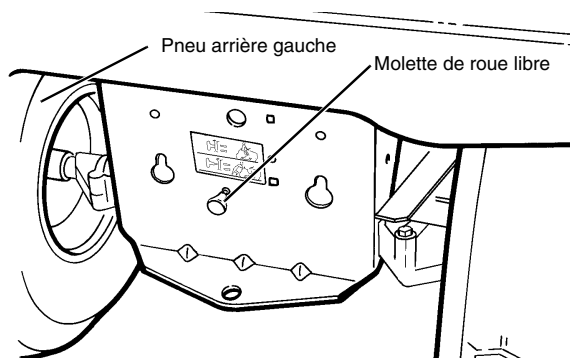

FIGURE 2
- Aller à l'arrière du tracteur. Sur l'arrière du tracteur situer la molette de roue libre et la tirer jusqu'à ce qu'elle se bloque en position entièrement allongée (voir FIGURE 2). Ceci relâche le verrouillage automatique dans la transmission, permettant d'être en roues libres pour déplacer le tracteur.